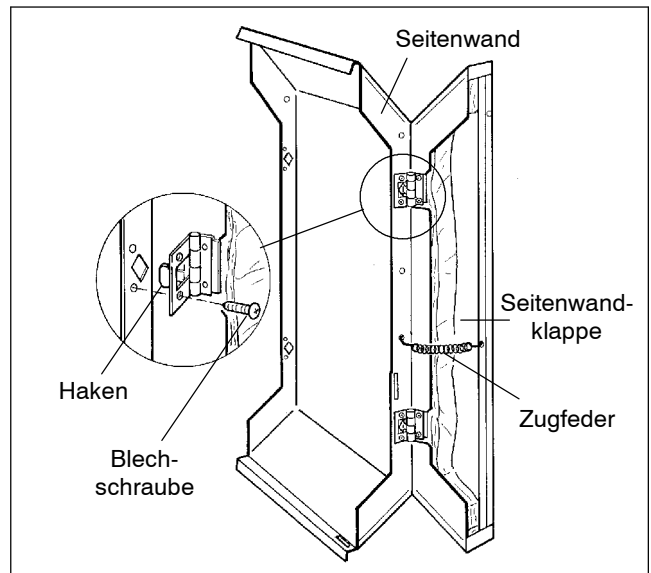

Abb. 36
- Zugfeder in die Seitenwand und in die Seitenwandklappe einhängen (Abb. 36).